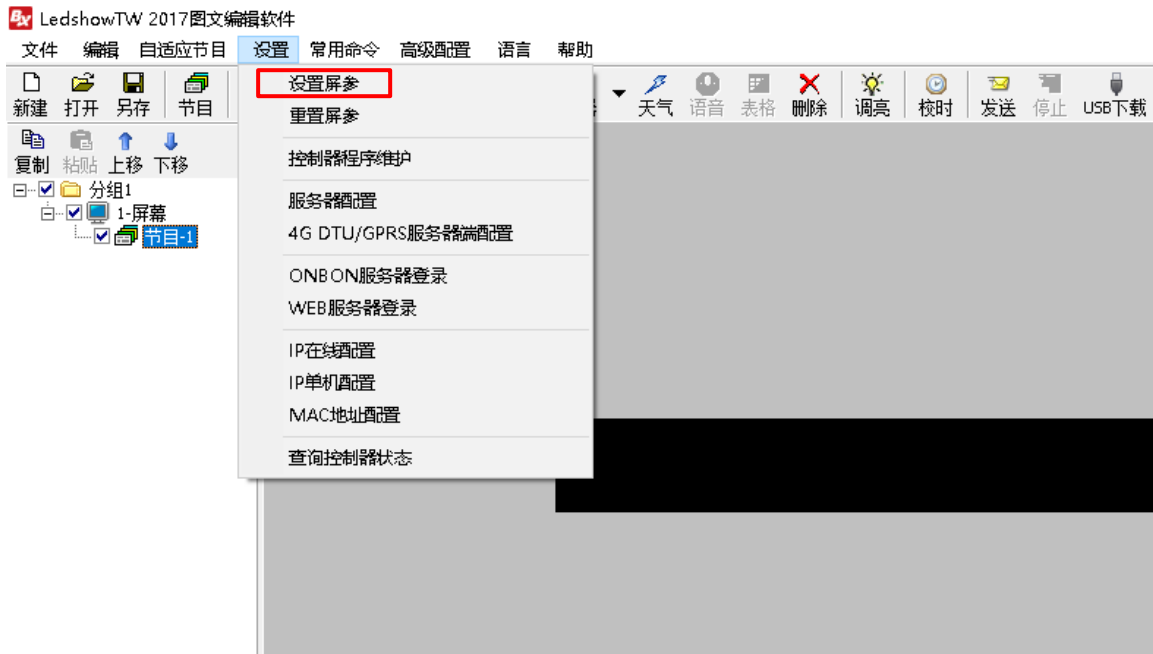

图 1
1. 点击“设置”菜单栏，选择“设置屏参”，输入密码“888”后进入设置屏参界面，如图 1 所示。